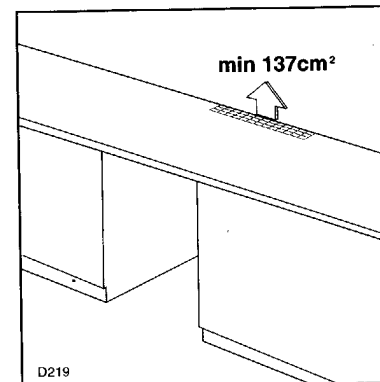

Abb. 4
**Anmerkung:** Die auf den oberen Scharnieren vorgesehene Bohrung (F) gestattet die Befestigung des Gerätes mit Hilfe von zwei Schrauben an der Arbeitsfläche der Einbauküche.
**Wichtig:** Um ein gutes Funktionieren des Gerätes zu gewährleisten, ist auf der Arbeitsplatte der Einbauküche eine Mindestöffnung von  $137\text{ cm}^2$  (Abb. 4) vorzusehen.